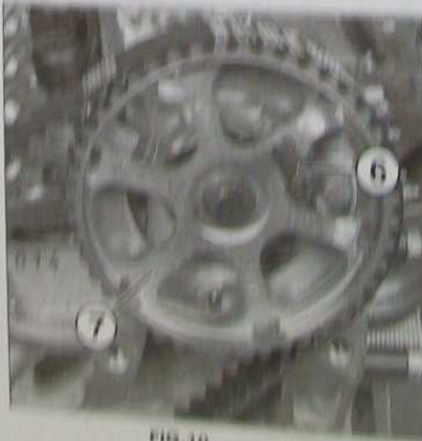

FIG. 10
- 10. Repousser la roue dentée de vilebrequin (5) sur la portée du vilebrequin.
- 11. Réposer la vis de poulie de vilebrequin (2).
- 12. Réposer la pince de blocage (1).
- 13. Tourner le vilebrequin dans le sens horaire à l'aide de la vis de poulie de vilebrequin (2), jusqu'à pouvoir introduire la pince de blocage (Ø 8 mm) (6) dans la roue dentée d'arbre à cames (7) (outil réf. (-) 9194.6) (Fig. 10).